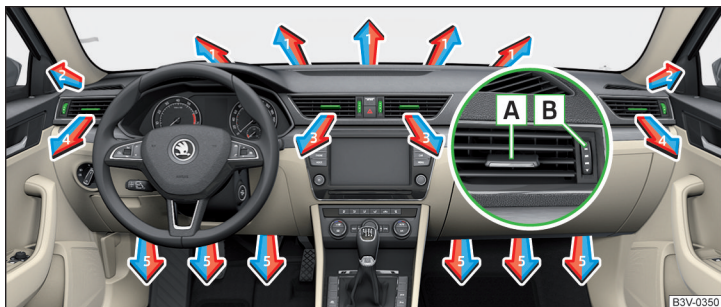
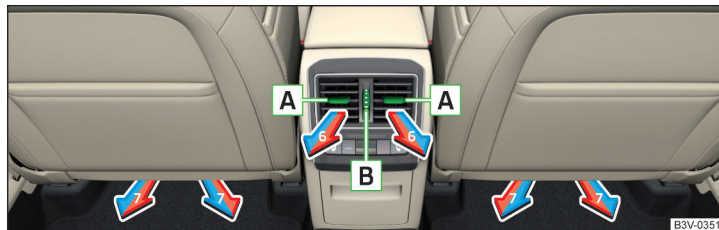

Abb. 152 Luftaustrittsdüsen vorn
Abb. 153 Luftaustrittsdüsen hinten
Bei den Luftaustrittsdüsen 3, 4 » Abb. 152 und 6 » Abb. 153 kann die Luftströmungsrichtung geändert und die Düsen können auch einzeln geöffnet und geschlossen werden.
Die Einstellung der Luftstromrichtung erfolgt durch das Verschieben des Verstellelements [A] » Abb. 152 bzw. » Abb. 153 in gewünschter Richtung.
- Zum Öffnen den Regler [B] » Abb. 152 bzw. » Abb. 153 nach oben drehen.
- Zum Schließen den Regler [B] » Abb. 152 bzw. » Abb. 153 nach unten drehen.
Richtung des Luftaustritts einstellen	Luftaustrittsdüsen » Abb. 152 und » Abb. 153